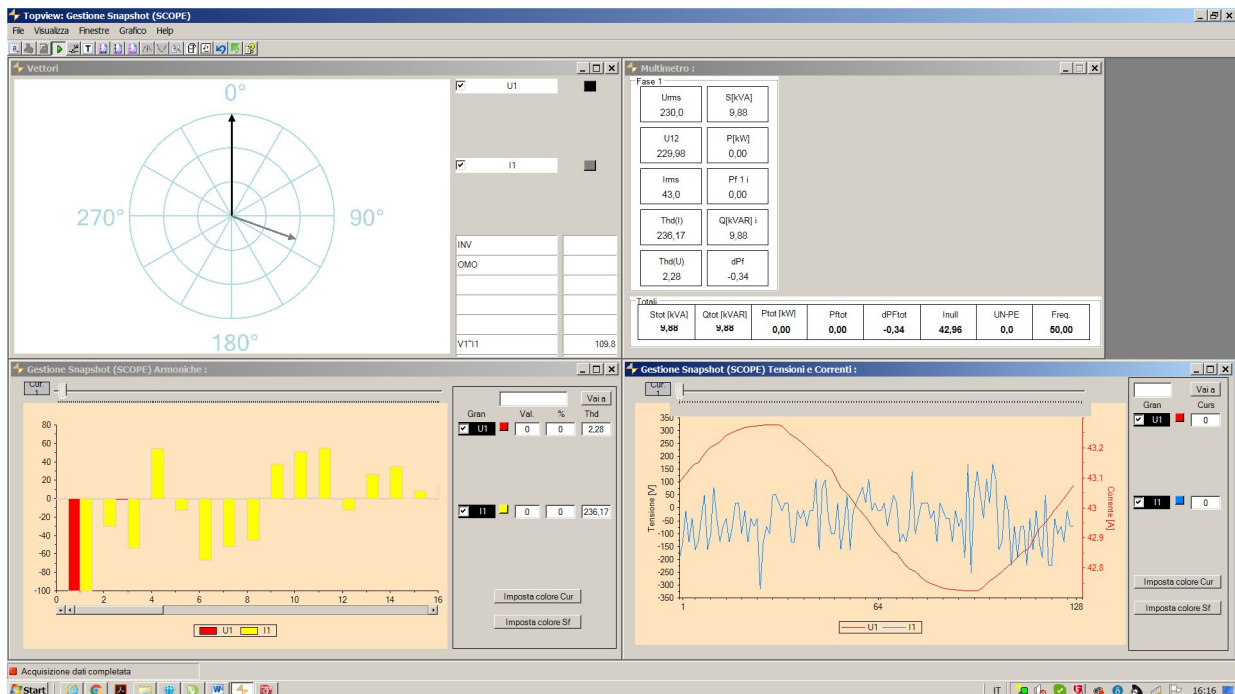

Fig. 20: Visualización de parámetros en tiempo real
- Haga clic en el botón "Seguir" para abrir la visualización de valores de los parámetros en tiempo real en forma de tablas, formas de onda, gráficos de armónicos y diagramas vectoriales, como se muestra en la Fig. 20